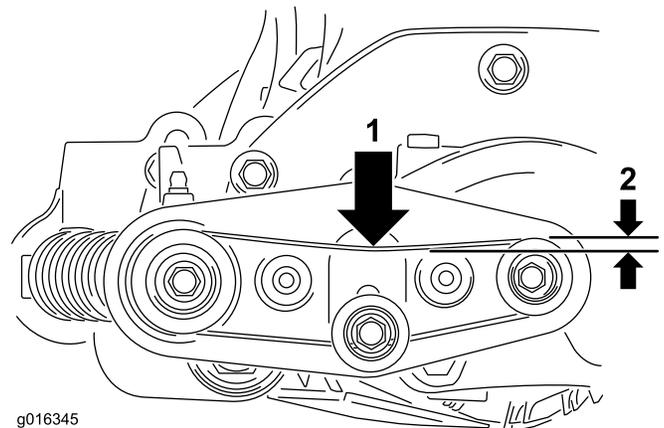

Figura 12
14. Verifique a tensão da correia de transmissão da escova. A correia deve ter aproximadamente 6 mm de deflexão no centro da correia com 1 kg de força aplicada; consulte a Figura 12.